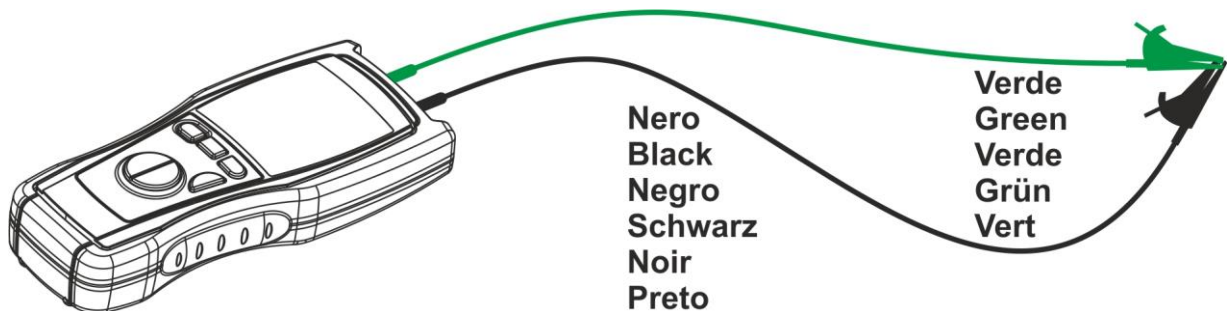

Fig. 10: Connessione dei terminali durante la procedura di calibrazione
3. Cortocircuitare tra di loro le estremità dei cavi di misura (vedere Fig. 10) prestando attenzione che le parti metalliche dei puntali o dei coccodrilli facciano ben contatto tra di loro